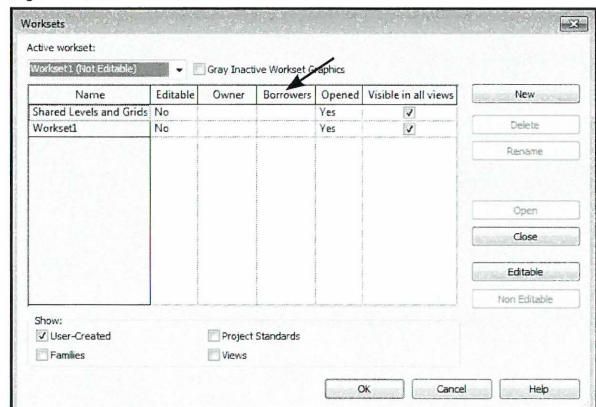

Fig. 16.20.
- Der skal gerne ikke stå nogle brugere under *Borrowers* (Fig. 16.20).